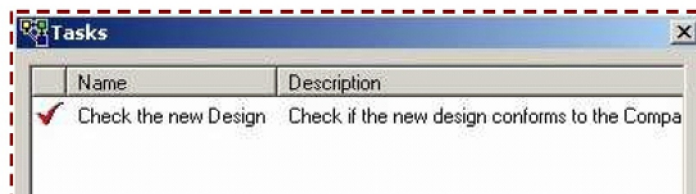

Рис.37. Назначение новой задачи на узел
- Удалите существующие задачи и назначьте новые, согласно Detail Document (рис. 37).